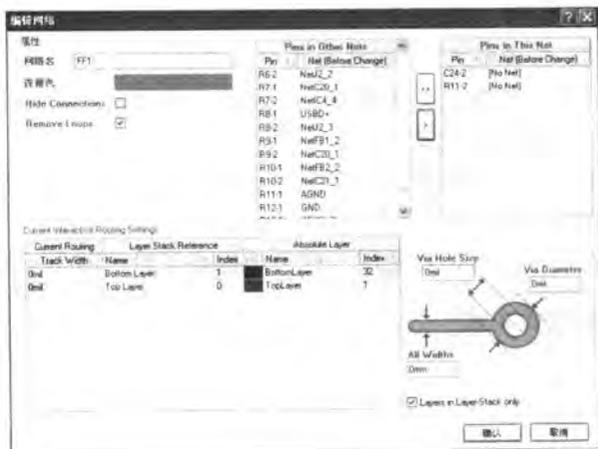

图 9-96 新建一个网络
- [6] 单击【类中的网络】窗口下面的 **追加** 按钮，再次打开【编辑网络】对话框。在该对话框中建立一个新的网络“FF1”，并将元器件引脚“C24-2”和“R11-2”加入到该网络中，如图 9-96 所示。